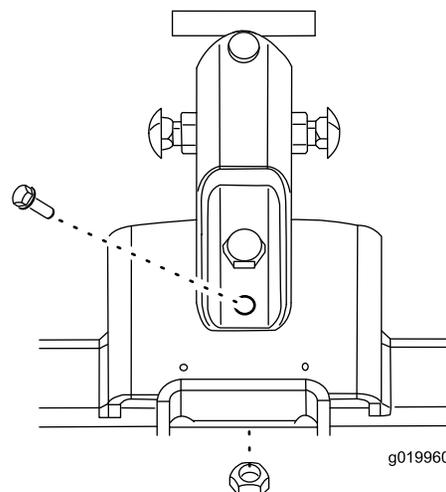

Figura 7
5. Instale un tornillo (3/8 pulgada) por el taladro que acaba de perforar y sujete el soporte con una tuerca con arandela prensada (3/8 pulgada) (Figura 7).